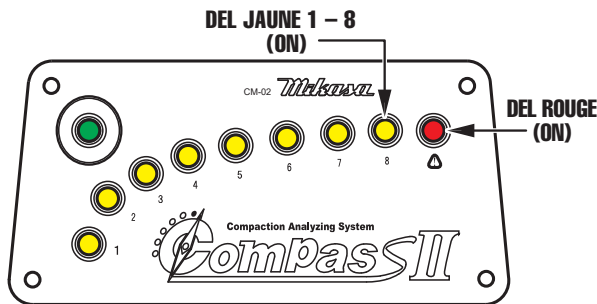

Figure 49. Affichage du panneau de capteur (Limite du compactage)
4. Quand la limite de compactage est atteinte, la DEL rouge s'allumera (Figure 49). Cela ne se produit **qu'après** que les huit DEL jaunes sont allumées.